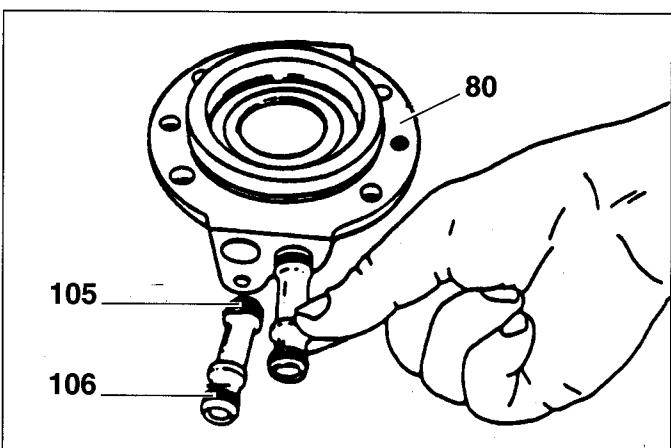
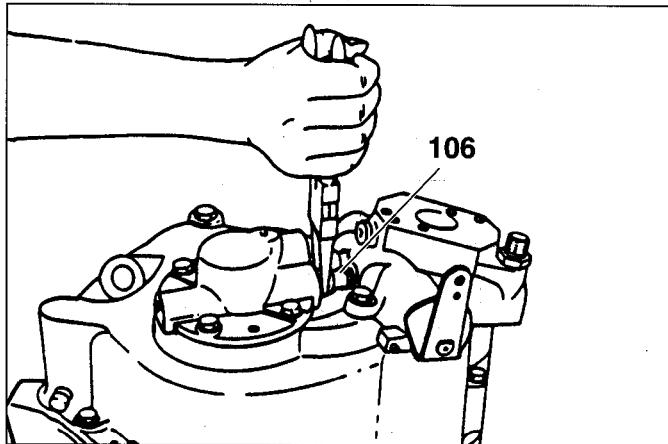

Fig. 43
Fig. 44
- 1) Montare l'anello OR (42) su coperchio distributore (80).
- 2) Introdurre nel coperchio distributore (80) i tubi (106) completi di anelli OR (105) (Fig. 43) e introdurlo nella carcassa.
- 3) Introdurre sulla semicarcassa il tubo (44) completo di anelli OR (23).
- 4) Montare il corpo distributore (7) completo di anello OR (42). Il foro presente sulla superficie di flangiatura è da circondare con pasta ermetica che non presenti col tempo fenomeni di cristallizzazione.
- 5) Avvitare i tappi (36) e (55) utilizzando come sigillante LOCTITE 542.
- 6) Introdurre l'estremità dei tubi (106) nel corpo distributore (7). Montare la vite di bloccaggio (40) utilizzando
- 1) Put the OR ring (42) on the distributor cover (80).
- 2) Introduce the tubes (106), complete with OR rings (105) into the distributor cover (80) and introduce it in the housing (Fig. 43).
- 3) Introduce the tube (44) complete with OR rings (23) into the half casing.
- 4) Put on the distributor casing (7), complete with OR ring (42). The hole on the flanging should be packed with hermetic paste which will not crystallize in time.
- 5) Screw down the taps (36) and (55) using LOCTITE 542.
- 6) Introduce the extreme end of the tubes (106) into the distributor casing (7). Put on the locking screw (40) using LOCTITE 542 (Fig. 44).
- 6a) Install cover (80) and distributor (7) into the housing
LOCTITE 542 (Fig. 44).